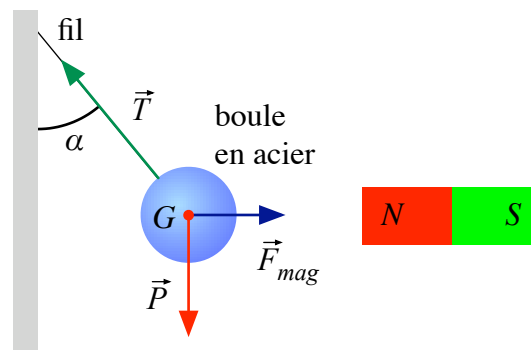

FIGURE 12 – La boule soumise à trois forces est en équilibre
**Exemple 1.3** Une boule en acier attachée à un fil et attirée par un aimant est en équilibre (figure 12). Considérons uniquement les forces qui s'appliquent à la boule : son poids  $\vec{P}$ , vertical et appliqué en  $G$ , la tension  $\vec{T}$  du fil et la force magnétique  $\vec{F}_{mag}$ , horizontale et orientée vers l'aimant.